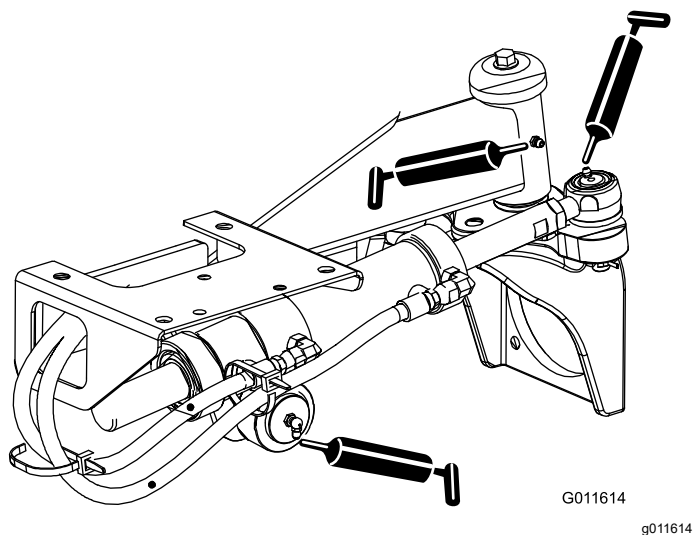

Figura 70
- Rótulas do cilindro de direção (2) e eixo traseiro (1) – Figura 70